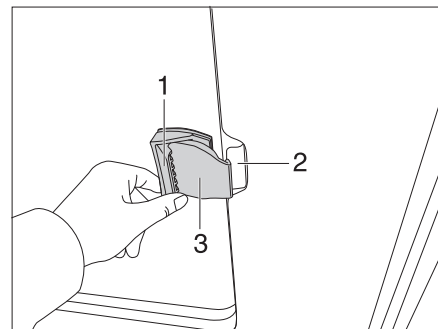

Fig. 65 Finestra scorrevole senza bloccaggio
- Tirare lo sportellino della maniglia (Fig. 65,1) e contemporaneamente tirare o spingere la maniglia in avanti.